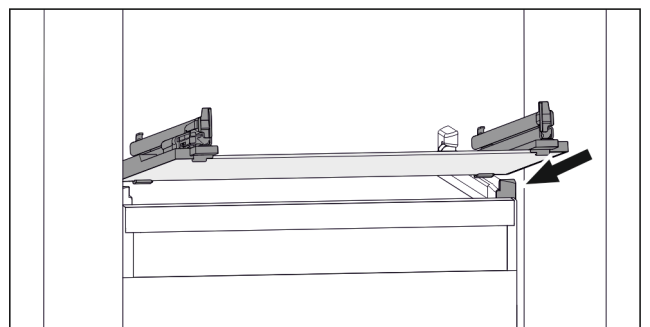

Fig. 130 Rappresentazione esemplificativa del ripiano in vetro
- ▶ Applicare il ripiano in vetro obliquamente dietro i fermi. (vedere Fig. 130)